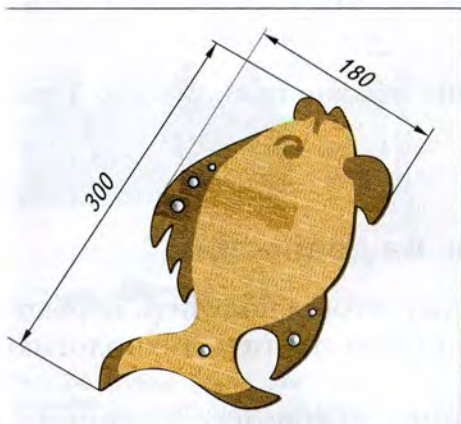
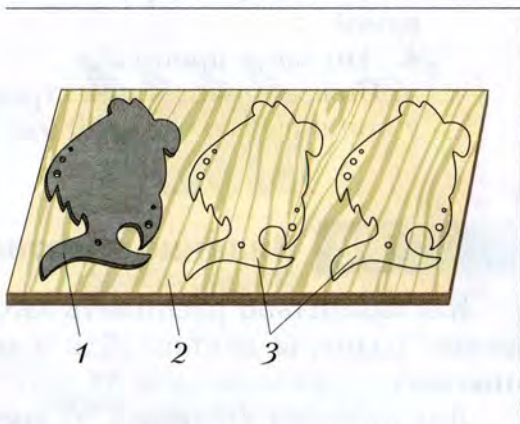
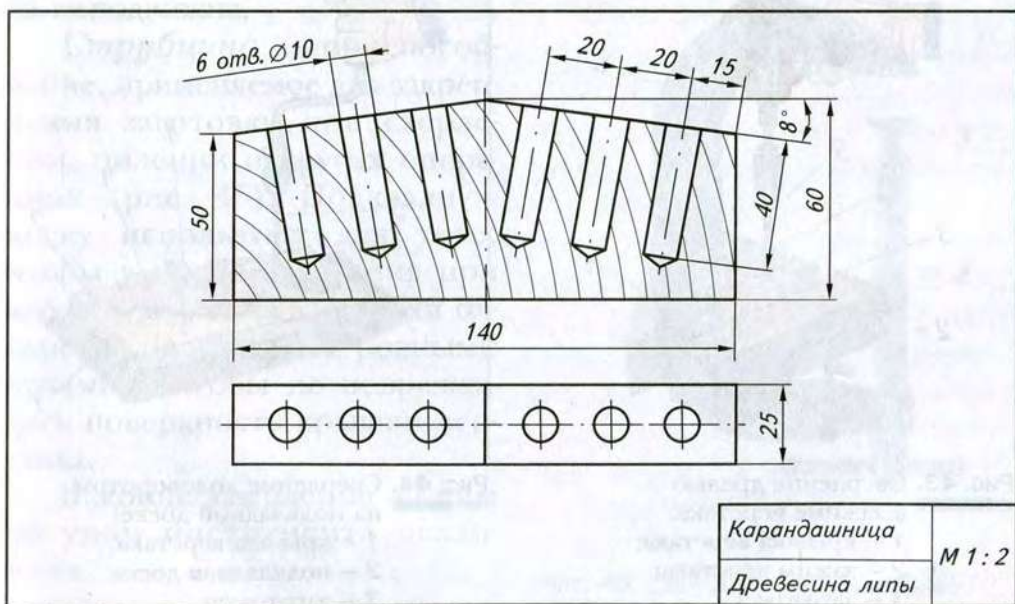
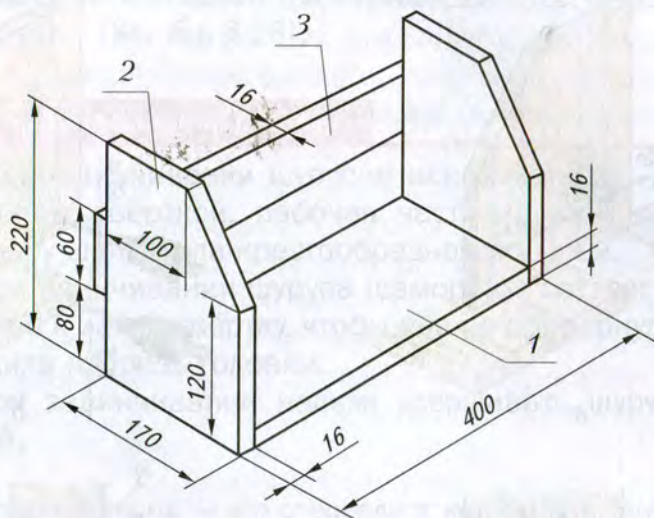

Рис. 21. Разделочная доска «рыбка»
Рис. 22. Разметка деталей с помощью шаблона: 1 – шаблон; 2 – заготовка (фанера); 3 – размеченные контуры детали
Рис. 41. Чертёж детали «карандашница» подставки для ручек и карандашей
Рис. 57. Настольная полка для учебников: 1 – основание; 2 – боковая стенка; 3 – планка
Если необходимо разметить деталь с криволинейными контурами (рис. 21) или несколько одинаковых деталей, то применяют *шаблон* – образец, повторяющий форму детали (рис. 22).
3. Выполните на выбранной заготовке разметку одной из деталей: детали «основание» (см. рис. 9) и «карандашница» (см. рис. 41), детали домика для птиц (см. рис. 10), заготовки для разделочной доски «рыбка» (см. рис. 21), настольной полки (см. рис. 57) или детали вашего проектного изделия.
2. Распили предварительно размеченные заготовки (по указанию учителя): деталей «основание» (см. рис. 9), «карандашница» (см. рис. 41) и домика для птиц (см. рис. 10); заготовку для разделочной доски «рыбка» (см. рис. 21); деталей приспособления для пиления (см. рис. 28), настольной полки (см. рис. 57), полочки для цветов (см. Приложение, рис. 172) или детали твоего проектного изделия.
4. Прострогайте предварительно размеченные заготовки: детали «основание» (см. рис. 9) и «карандашница» (см. рис. 41), детали домика для птиц (см. рис. 10), приспособления для пиления (см. рис. 28), настольной полки (см. рис. 57), полочки для цветов (см. Приложение, рис. 172) или детали своего проектного изделия.
Рассмотрим последовательность сверления отверстий на примере детали «карандашница» (рис. 41) – одной из деталей подставки для ручек и карандашей (см. Приложение, рис. 170).
5. Просверлите предварительно размеченные заготовки: детали «карандашница» (см. рис. 41), разделочная доска «рыбка» (см. рис. 21), детали настольной полки (см. рис. 57), полочки для цветов (см. Приложение, рис. 172) или детали вашего проектного изделия.
Рассмотрим последовательность соединения деталей с помощью саморезов на примере крепления боковой стенки к основанию изделия «настольная полка для учебников» (рис. 57).
6. Соедините шурупами (саморезами) детали изделий: домик для птиц (см. рис. 10), настольная полка для учебников (см. рис. 57), подставка для ручек и карандашей (см. Приложение, рис. 170), настольная полочка для лазерных дисков (см. Приложение, рис. 171), полочка для цветов (см. Приложение, рис. 172) или детали своего проектного изделия.